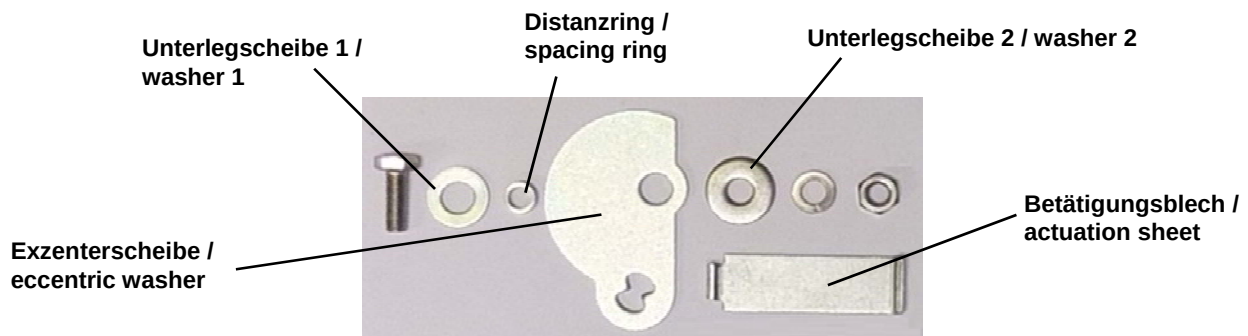

Abb. 9: Betätigungsmechanik (4) / pict. 9: actuation mechanism
- Die Sechskantschraube in die Bohrung an der Seite des SEA-Antriebes einsetzen, danach die Unterlegscheibe 1 und den Distanzring aufschieben (s. Abb. 9 und 10).
- Betätigungsblech am oberen Ende des linken Verriegelungsblechs einhängen, danach Exzentrerscheibe montieren und mit Unterlegscheibe 2, Federring und Sechskantmutter befestigen (s. Abb.9 und 10).